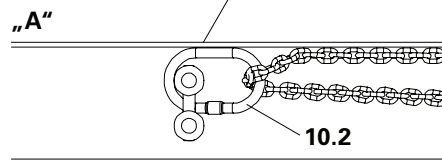

Fig. A3.01a
2. Far passare il gancio (10.5) e l'anello 1 (10.1) attraverso l'anello 2 (10.2). (Fig. A3.01a)